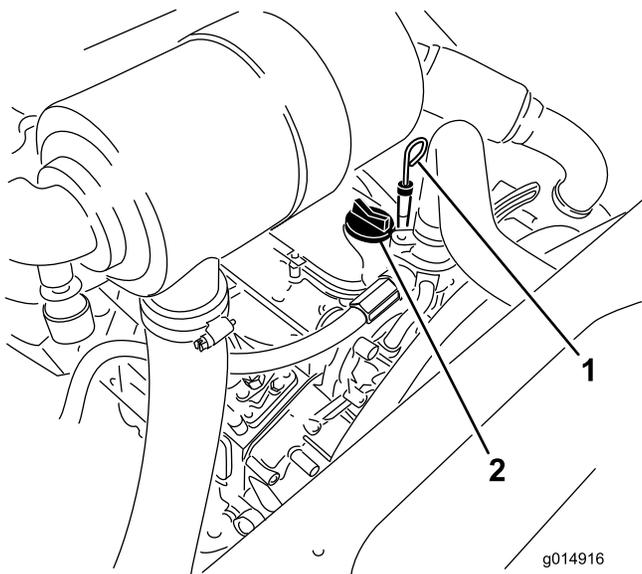

Figura 27
3. Togliete l'asta di livello, asciugatela e reinseritela (Figura 27).
5. Se l'olio non raggiunge la tacca di PIENO (Full), togliete il tappo di riempimento (Figura 27) e aggiungete olio finché il livello non raggiunge la tacca di PIENO. **Non riempite troppo.**